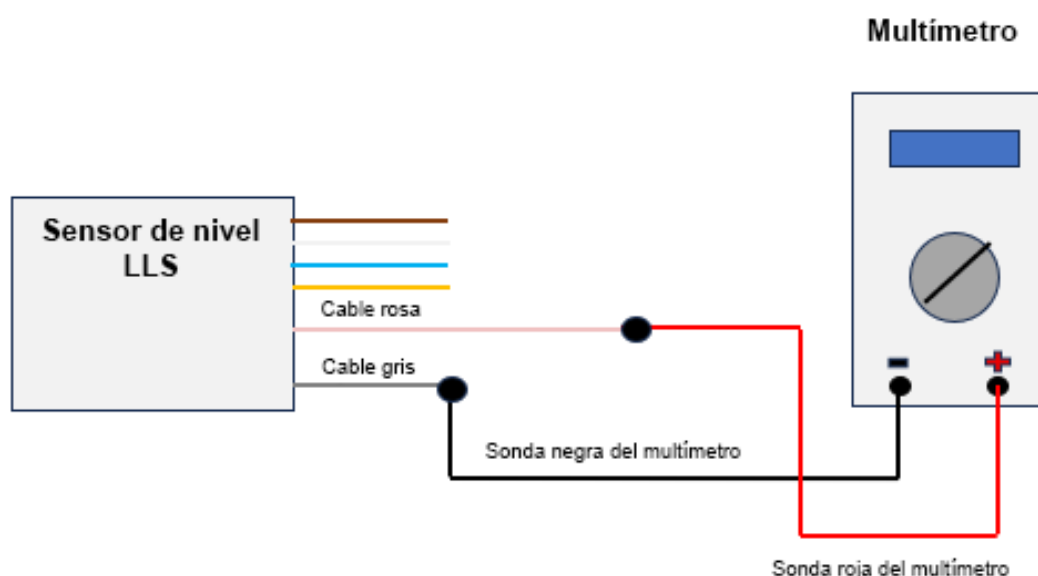

Fig. 9 Diagrama de conexión
2. Monte el circuito de conexión de acuerdo con la «Fig. 9 Diagrama de conexión».